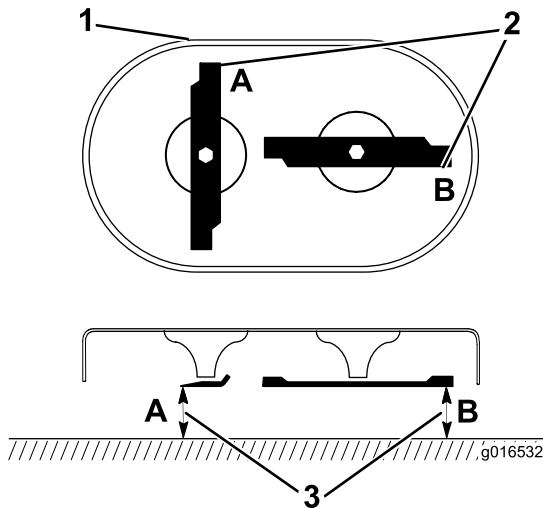

Figura 33
1. Gire las cuchillas hasta que estén posicionadas como se muestra en la Figura 33.
2. Mida desde una superficie nivelada hasta los filos de corte, en las posiciones **A** y **B** (Figura 33) y anote las dimensiones.